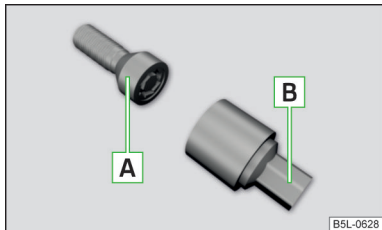

Fig. 339
Șuruburile de roată antifurt protejează roțile împotriva unui furt. Acestea pot fi » fig. 339 **desfăcute/strânse** numai cu adaptorul **B**.
- Introduceți cheia de roți pe șurub până la capăt. Utilizați pentru șuruburile de roată antifurt adaptorul corespunzător » fig. 339 la pagina 300.